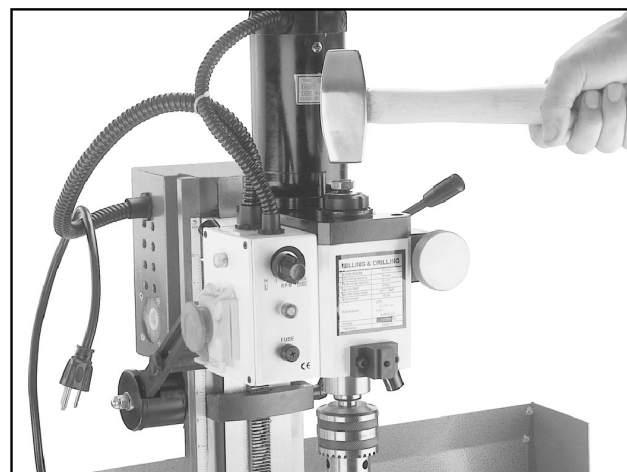

Fig. 10 Tapping af bolt med hammer.
5. Med hjælp af en messing eller træ hammer tap møtrikkens ende i overensstemmelse med **fig. 10**. Borepatronen skal nu være løs i spindlen.